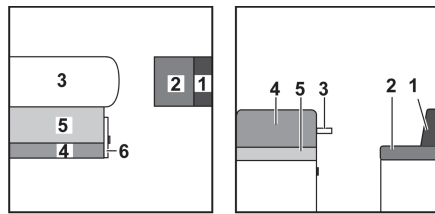

Fig. 145 Avant la transformation
- Agrandir la table (Fig. 145,3) et transformer la table suspendue agrandie en sommier de lit (voir paragraphe 7.8).
- Tirer la poignée et ouvrir le portillon (Fig. 145,6).